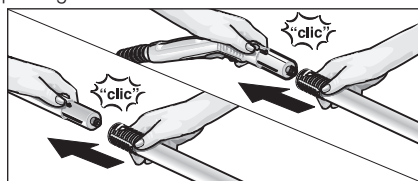

Fig. 3: Montaje de los tubos de prolongación
- Si fuera necesario, emplee los tubos de prolongación (G1). Para ello, monte uno o ambos tubos de prolongación (G1) en la pistola aplicadora de vapor (C1) (véase la fig. 3). Acople el accesorio que quiera utilizar (D1,E1,F1,H1) en el extremo libre del tubo de prolongación.